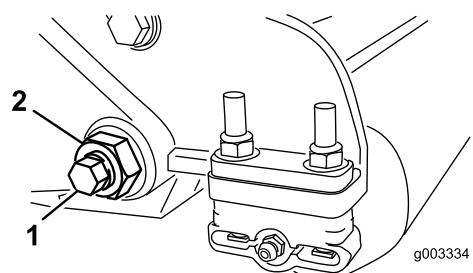

Bild 35
3. Lösen Sie an jeder Seite der Maschine die Sicherungsmutter, mit der die Schraube des Untermesserträgers befestigt ist (Bild 35).